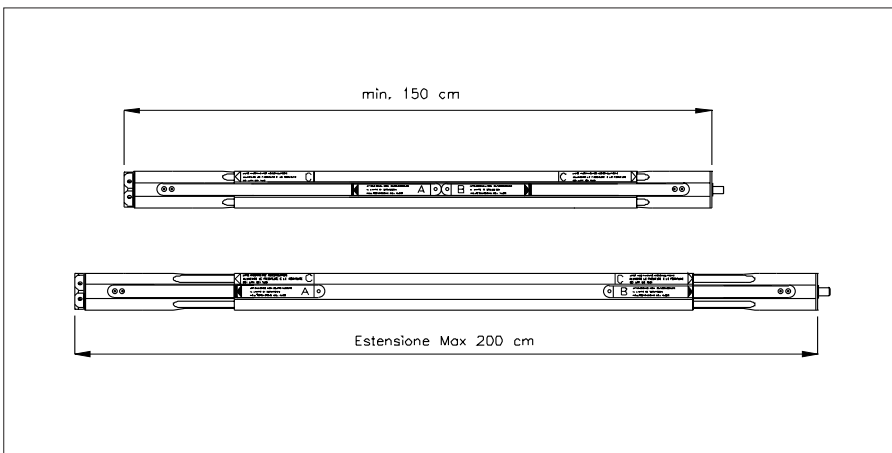

Fig. 4.3
- Inserire il tubo fisso "A" nel tubo mobile "C" e, nell'altra estremità inserirvi il tubo fisso "B" ed estenderli sino al raggiungimento della lunghezza desiderata, vedi fig. 4.3.